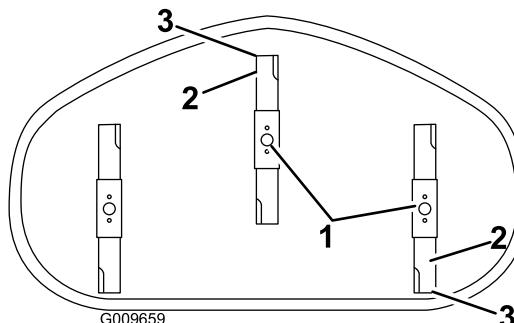

Figura 61
3. Gire cuidadosamente las cuchillas colocándolas en el sentido de avance de la máquina (Figura 61).
4. Mida entre la punta de la cuchilla delantera y la superficie plana y entre la punta de la cuchilla trasera y la superficie plana (Figura 61). Si la punta de la cuchilla delantera no está entre 1,6 y 7,9 mm (1/16 y 5/16 pulg.) más baja que la punta de la cuchilla trasera, vaya al procedimiento Nivelación de la plataforma de corte.